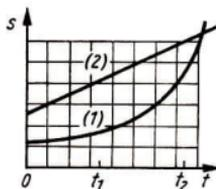

Bild 11
- 2.16 Vergleichen Sie die Momentangeschwindigkeiten bei den im Diagramm (Bild 11) durch die Kurven (1) und (2) dargestellten Bewegungen zu den Zeitpunkten $t = 0$; $t = t_1$ und $t = t_2$.